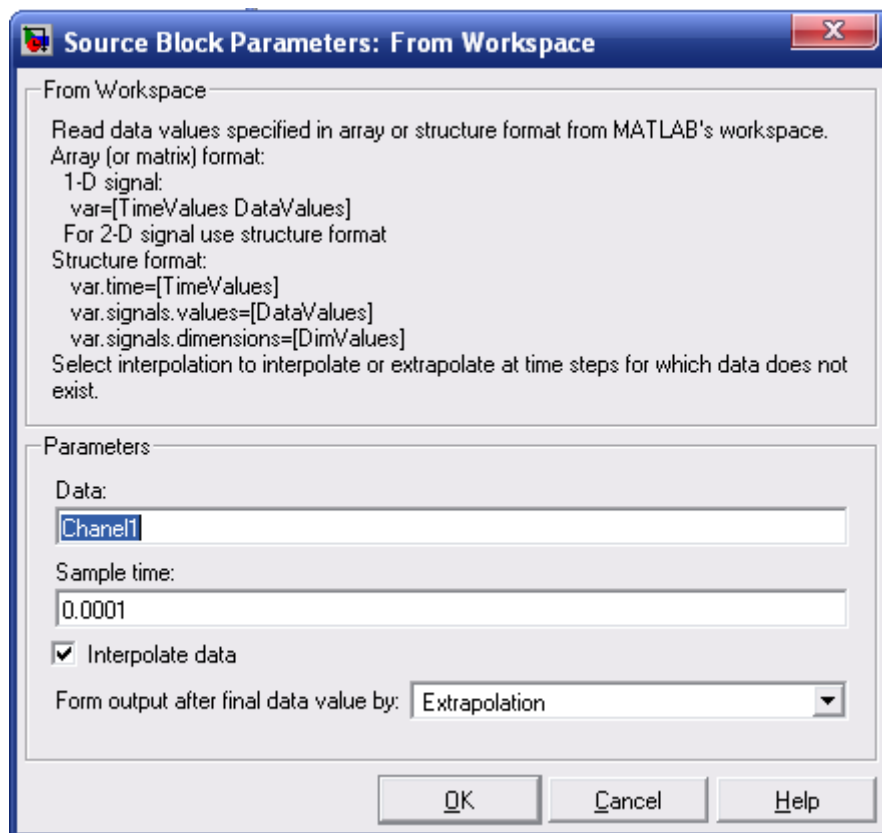

Рисунок 8.4 – Вікно параметрів блоку From Workspace
6. Основні параметри настройки блоку From Workspace показані на рисунку 8.4. Це назва матриці розмірністю 26212x2, що знаходиться в робочому просторі MATLAB і поле Seample time – частота запису сигналу (рисунок 8.4).